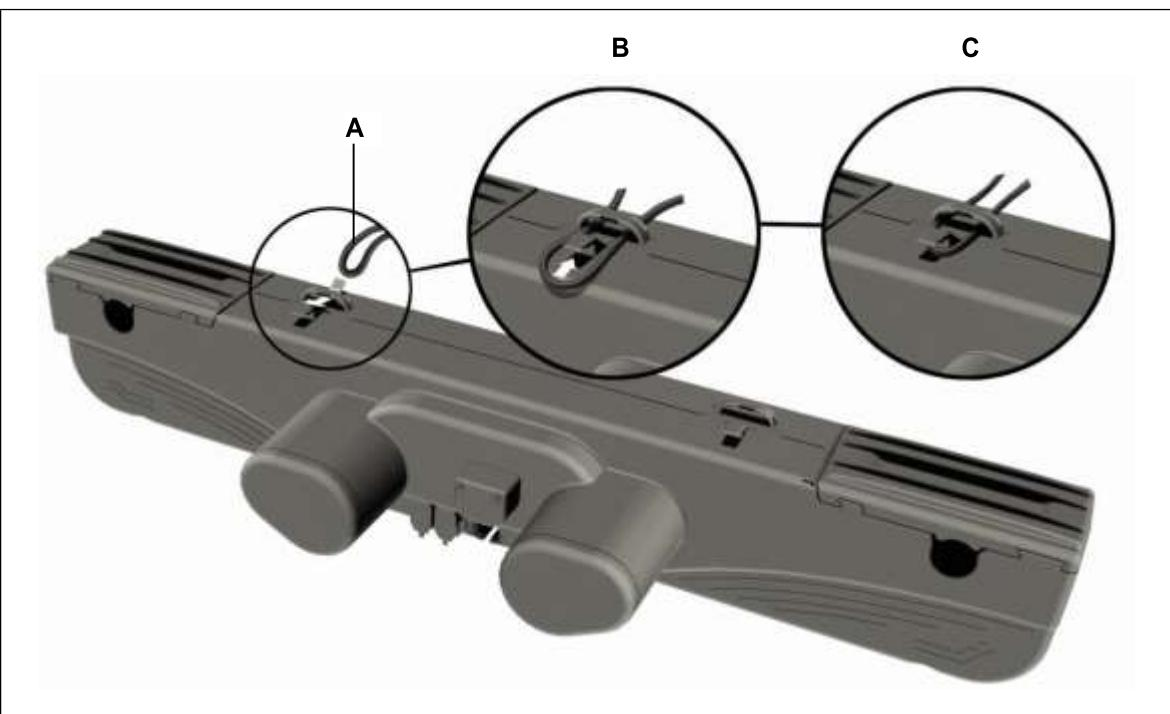

Figura 14 Passar o cabo pelo mecanismo de alívio de tensão
- 2** Passe o cabo do aparelho pelo fecho de alívio de tensão e puxe-o suavemente para trás, como ilustrado na Figura 14.